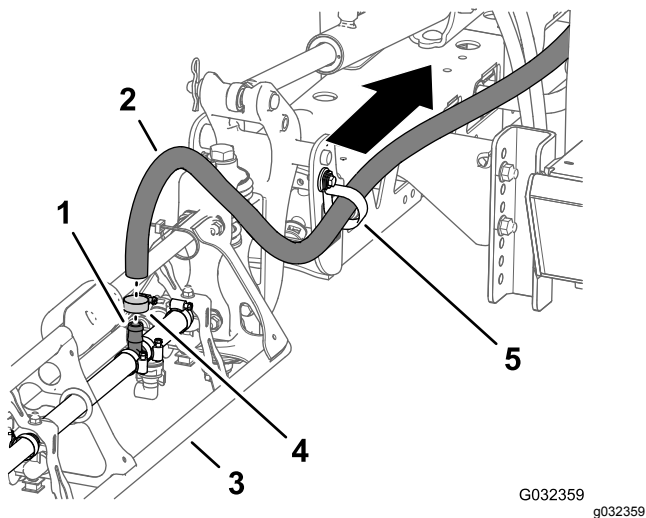

Figura 47
1. En la sección de brazo exterior, retire la abrazadera que sujeta la manguera de alimentación de la sección de brazo al acoplamiento en T dentado (Figura 47).
2. Retire la manguera del acoplamiento en T (Figura 47).
3. Retire el extremo libre de la manguera de la abrazadera en R (Figura 47).